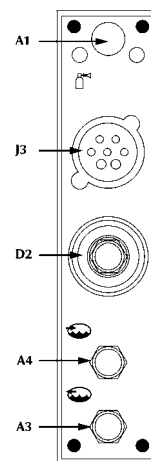

Fig. 20
- Sluit de kabelbundel aan op het contactpunt D2 / J3 (fig. 20) en de leidingen van de koelvloeistof, als er koelvloeistof gebruikt wordt, op de aansluitingen A3 / A4.
- Sluit de gasslang aan op de aansluiting van 1/2 inch op de achterkant (fig. 20).